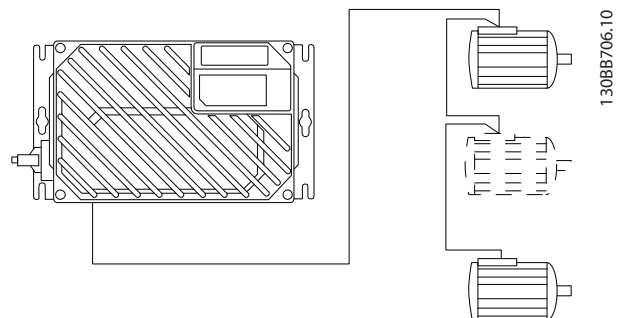

Ilustración 4.10 Conexión en paralelo de motores
- Las instalaciones con cables conectados a un punto común, como en la *Ilustración 4.10*, únicamente son recomendables para longitudes de cable cortas (máx. 10 m [32,8 ft]).